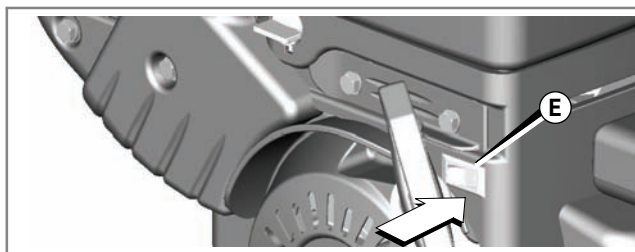

Figura 6
3. Premere l'interruttore di arresto (E), se presente, nella posizione (Figura 6).